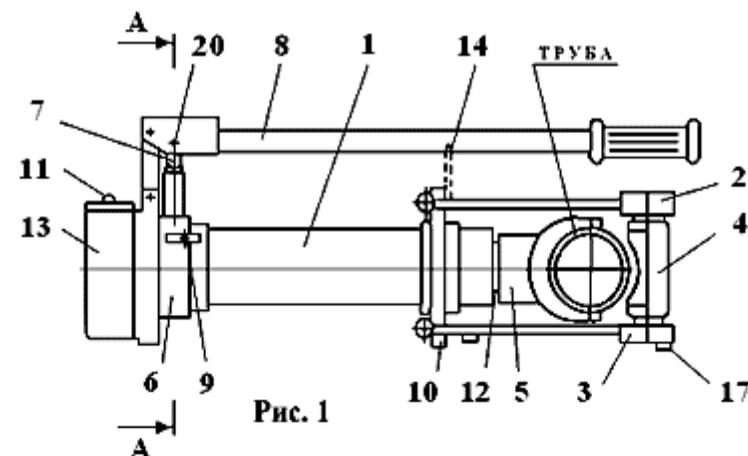

Рис. 1
4.1. Трубогиб состоит из гидроцилиндра 1, траверс верхней 2 и нижней 3 и двух упоров 4 (рис. 1).